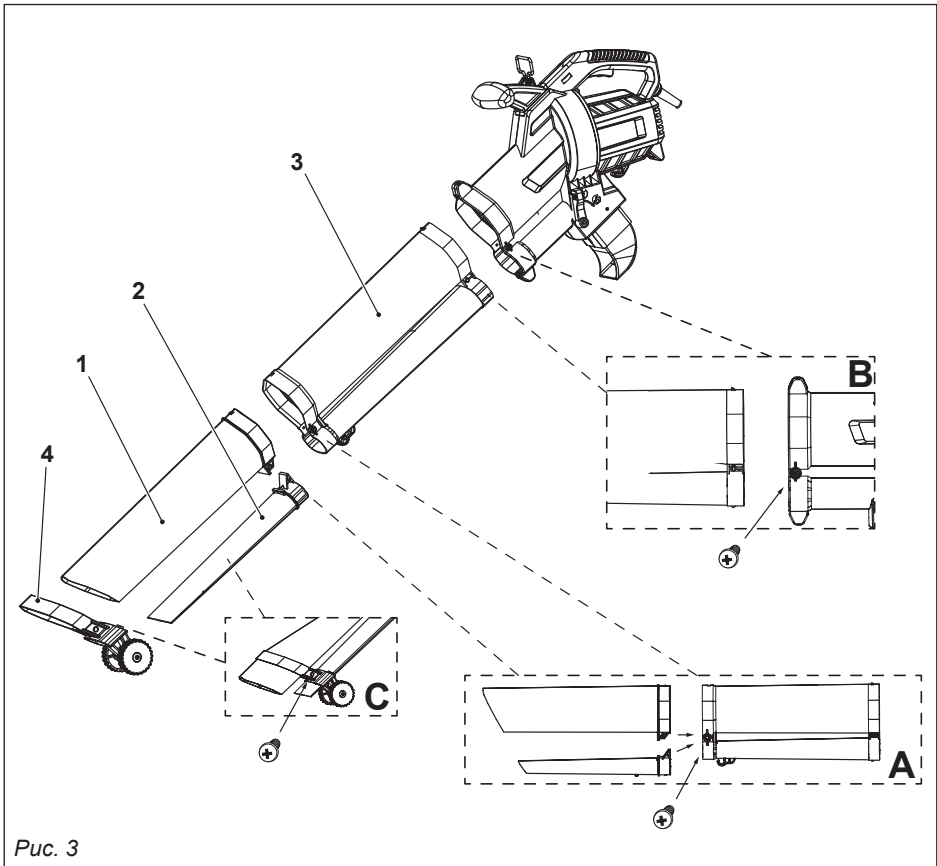

Рис. 3
среднего размера посередине обеих труб (рис. 3, деталь А).
2. Совместите собранные трубы с узлом двигателя и вставьте их полностью до упора. Закрепите трубы длинным винтом с крестообразным шлицем посередине обеих труб (рис. 3, деталь В).
кого винта с крестообразным шлицем (рис. 3, деталь С).